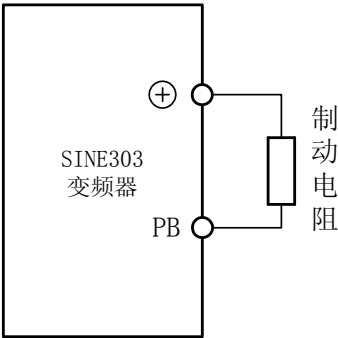

图 11-1 制动电阻的连接
- 15kW 及以下规格 SINE303 变频器的制动电阻连接如图 11-1 所示。